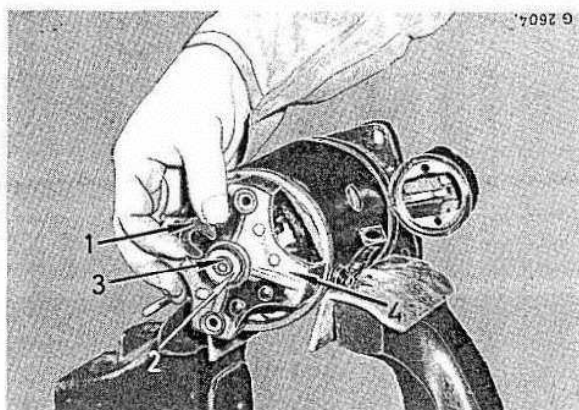

Bild 9
Schlitzscheibe (1) und Ausgleichscheiben (2) abnehmen. Kollektorlager (4) abnehmen, Bild 9.